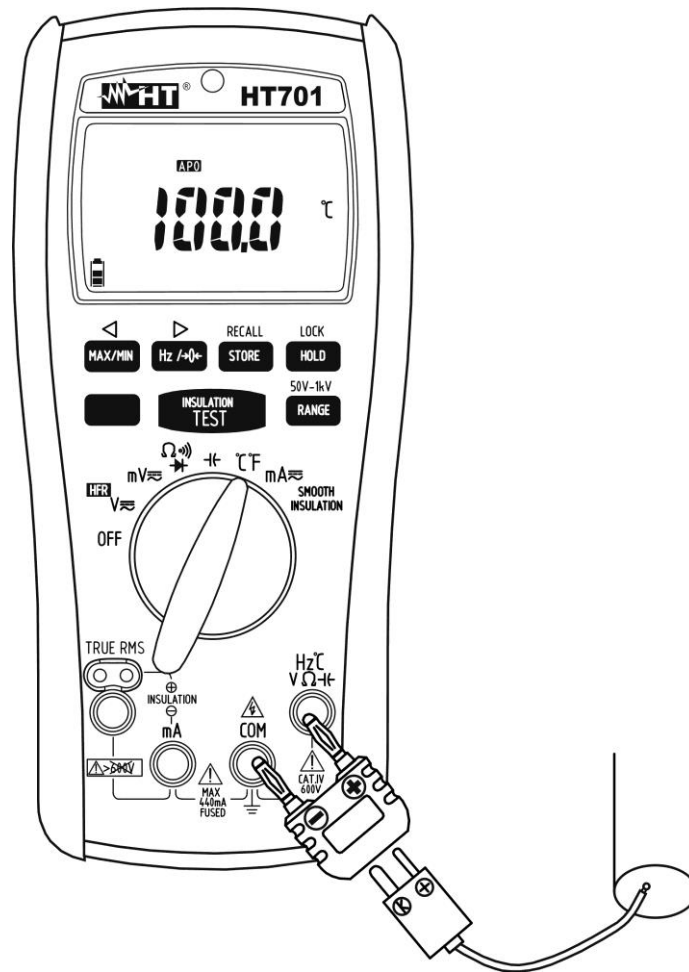

Fig. 9: Uso del instrumento para medida de Temperatura
3. Inserte el adaptador en dotación en los terminales de entrada **Hz°C VΩHz** y **COM** respetando los colores rojo y negro presentes en éste (vea Fig. 9)